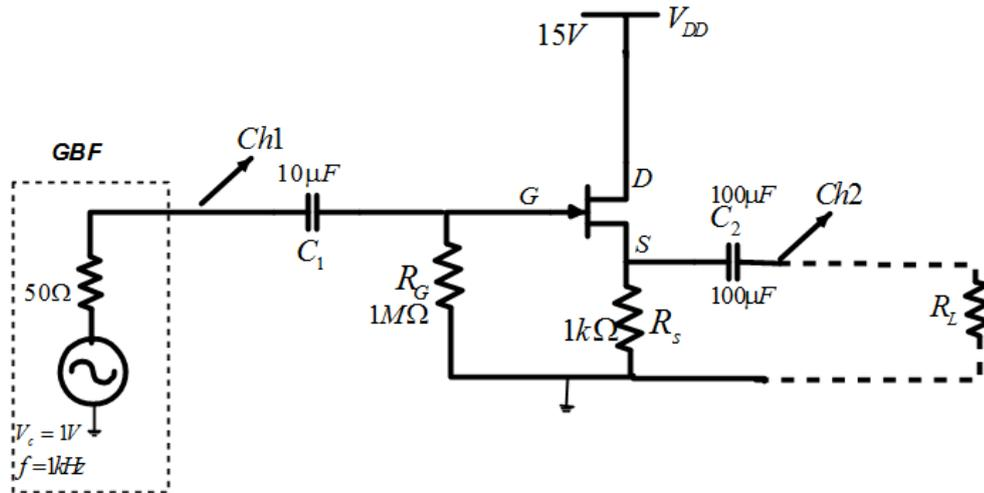

Fig.14 : Amplificateur drain commun
17. Réaliser le montage de la figure 14 :